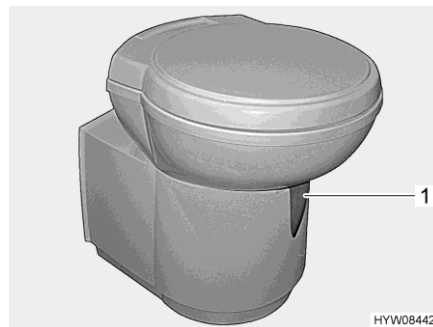

Fig. 199 Taza del inodoro Thetford (basculable)
- Antes del lavado, abrir la corredera del inodoro Thetford. Para ello, empujar la palanca de corredera (Fig. 199,1) en sentido contrario a las agujas del reloj.